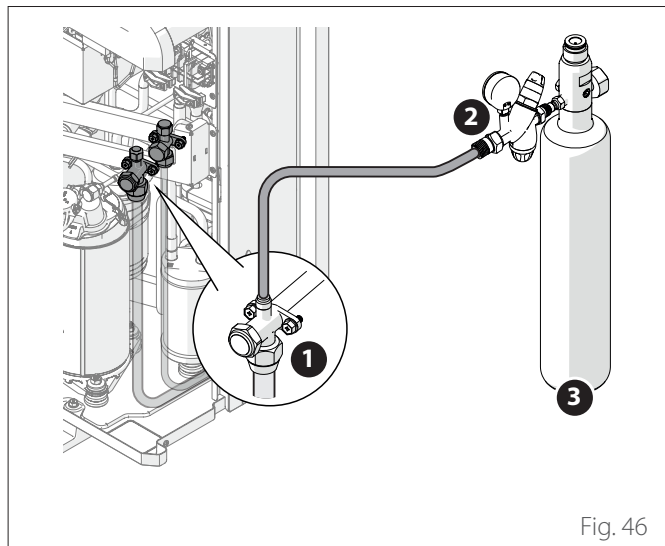

Fig. 46
- Collegare la bombola di azoto tramite riduttore di pressione e tubo flessibile alla presa di servizio ("Fig. 46").